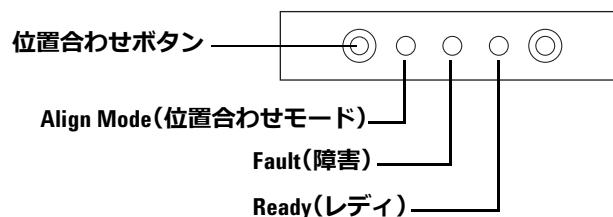

図 73 サンプルトレイの位置合わせ
- 1 長く細い道具（ペン先など）を使って、インジケータライトの左にある、くぼんだ位置合わせボタンを押します。くぼんだ穴の中にあるボタンの後ろや周辺を触らないよう注意してください（図 73）。